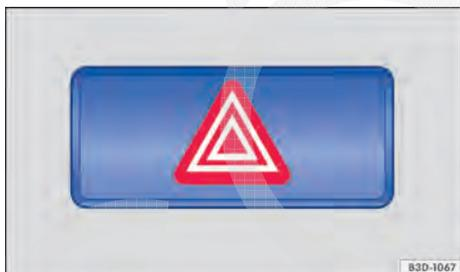

Fig. 216 Na parte superior do console central: interruptor das luzes de advertência.
2. Ligar as luzes de advertência com o botão ⏏ ⇒ Fig. 216.